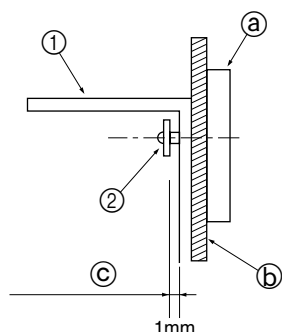

Fig. 3-4
- Først monteres beslaget på væggen, og derefter strammes skruen, så beslaget kan glide op og ned. (Fig. 3-4)
- ① Beslag til forhindring af væltning
- ② Selvsikrings skrue
- ③ Lægte
- ④ Væggens overflademateriale
- ⑤ Afstand på ca. 1 mm